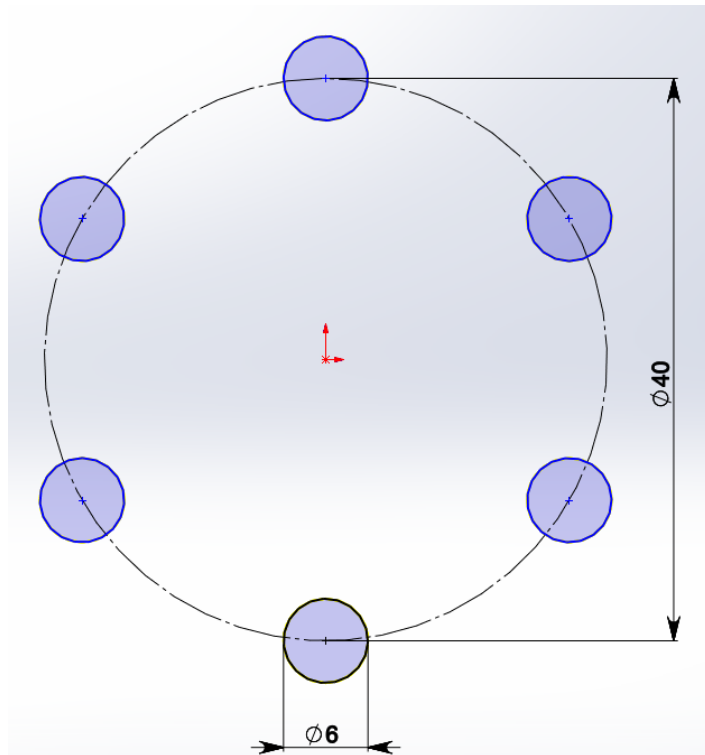

Рис. 6. Построение эскиза окружностей
7. Выбираем вид *Спереди* и строим эскиз, как показано на рис. 6.